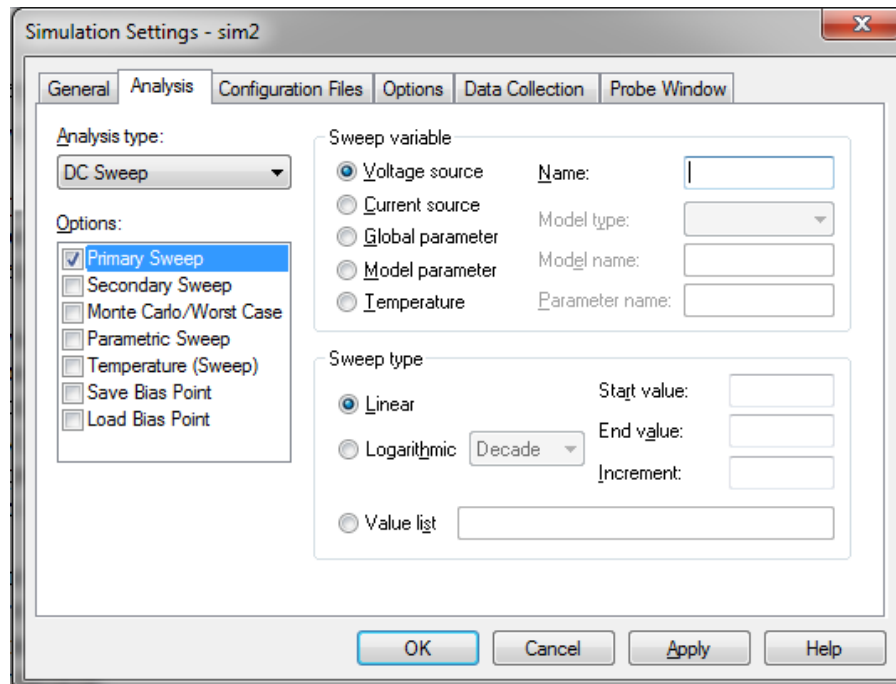

Рисунок 6.21 – Вікно *Simulation Settings* з активованим аналізом кола постійного струму *DC Sweep*
30. Для нової схеми потрібно створити новий профіль для моделювання, надавши йому назву і відкривши меню *Simulation Settings* – * (Опції моделювання – *, де * – це назва моделювання), в меню *Analysis Type* потрібно вибрати *DC Sweep* (рис. 6.21).